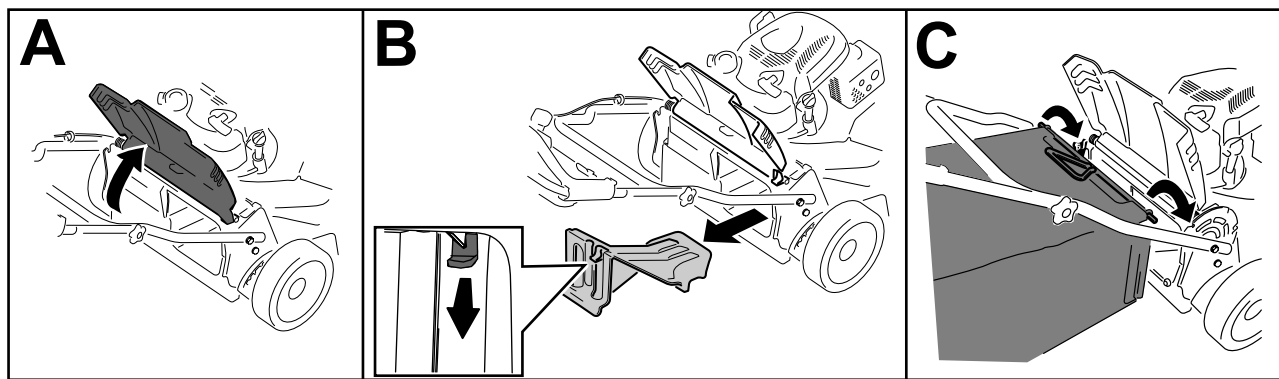

Figure 14
1. Soulevez le volet arrière et maintenez-le dans cette position (A de Figure 14).
2. Retirez l'obturateur d'éjection arrière en appuyant sur le dispositif de verrouillage avec le pouce et en tirant l'obturateur hors de la machine (B de Figure 14).
3. Placez la tige du bac dans les crans à la base du guidon et agitez le bac d'avant en arrière pour vous assurer que la tige est bien engagée au fond des deux crans (C de Figure 14).